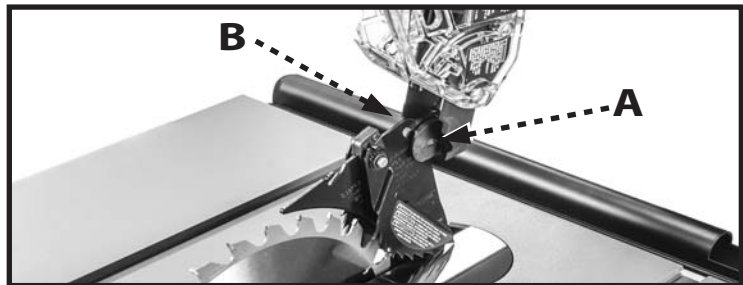

FIGURE 6
Tenez l'ensemble de carter de protection de la lame tel illustré en Figure 6 et engagez la goupille (A) dans la fente du couteau diviseur (B). Tirez l'ensemble de carter vers le haut pour le mettre en place.